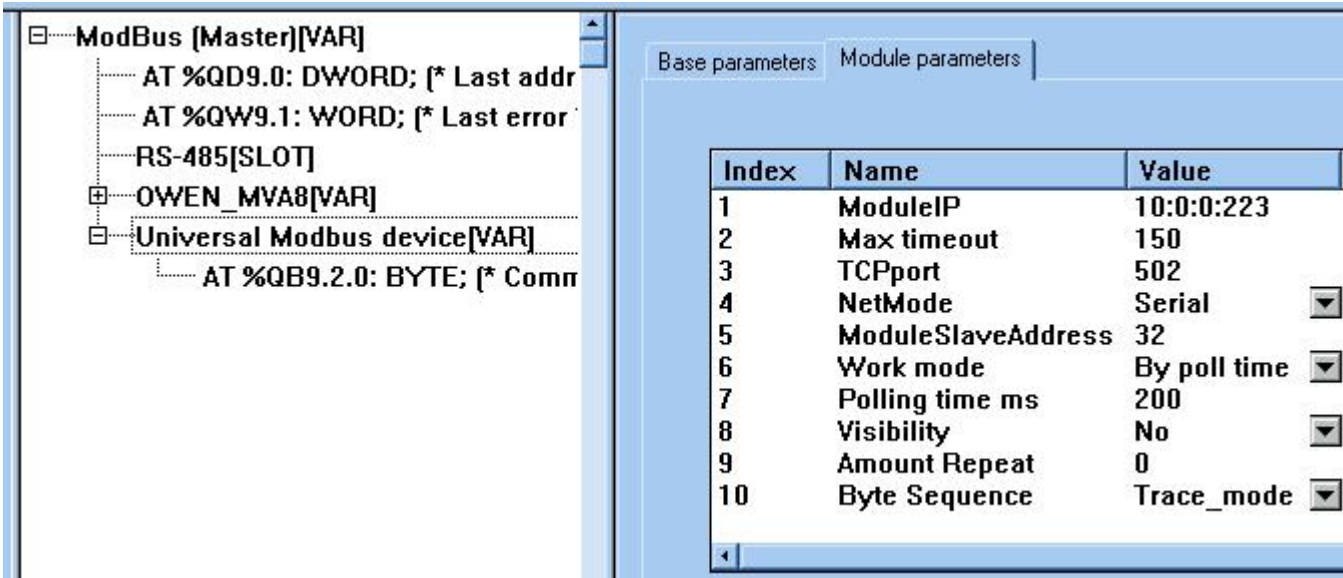

Рис. 4.2
Выделите появившийся модуль *Universal Modbus device [VAR]*, затем откройте окно его свойств, выбрав вкладку *Module parameters* (рис. 4.2). Первые три пункта можно оставить без изменений, т.к. они описывают параметры связи по Ethernet, в то время как ПЛК связывается с MBA8 и другими модулями расширения ОВЕН по интерфейсу RS485. Необходимо выставить в параметре
*NetMode* значение *Serial*, а также задать адрес MBA8 в пункте *ModuleSlaveAddress*. Например, адрес 32. Остальные параметры можно оставить в том виде, в каком они представлены на рис. 4.2.